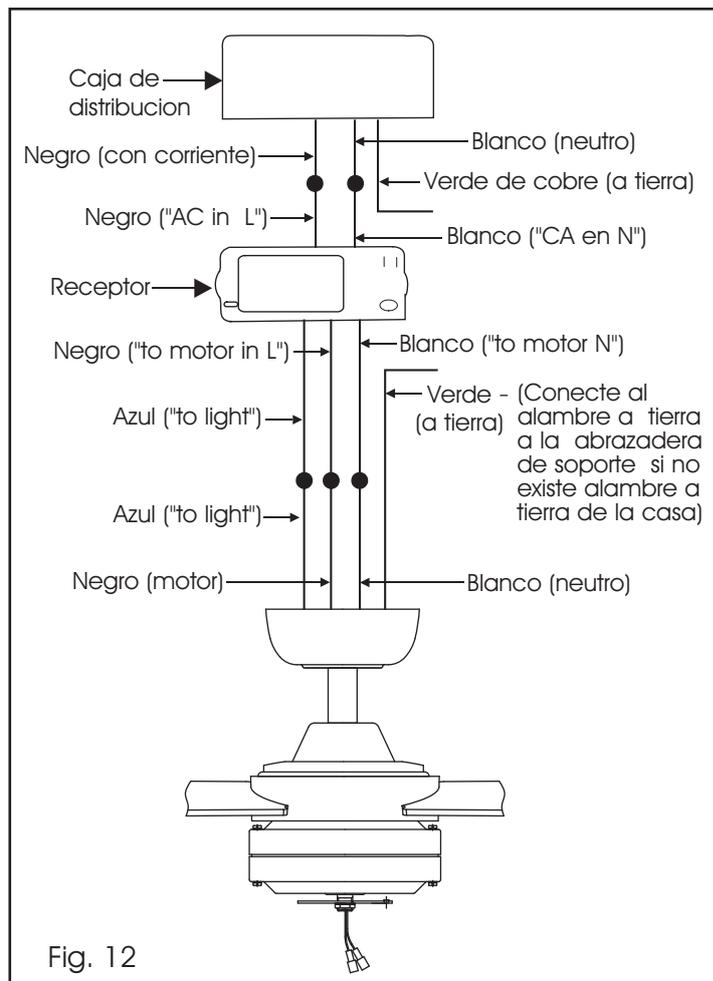

Fig. 12
Paso 2. (Fig. 12) Conexiones del Motor al Receptor: Conecte el alambre Negro del ventilador al alambre Negro marcado To Motor L del receptor. Conecte el alambre Blanco del ventilador al alambre Blanco marcado To Motor N del receptor. Conecte el alambre Azul del ventilador al alambre Azul marcado "For light" del receptor. Asegure las conexiones con los conectores de plástico proveidos.
Paso 3. (Fig. 12) Conexiones del receptor a los alambres de alimentación: Conecte el alambre Negro (corriente) de la caja de distribución al alambre Negro marcado AC in L del receptor. Conecte el alambre Blanco (Neutral) de la caja de salida al alambre blanco marcado AC in N del receptor. Asegure las conexiones con los conectores de plástico proveidos.
Paso 4. (Fig. 12) Si la Caja de salida tiene un alambre a tierra (verde o cobre) conéctelo a los alambres verdes de tierra de las abrazaderas de montar y colgar; y si no, conecte los alambres verde de tierra de las abrazaderas de montar y colgar solos. Asegure las conexión con un conectar los alambres, separelos para que los alambres verdes y blancos queden a un lado y los alambres negros y blancos del otro lado.